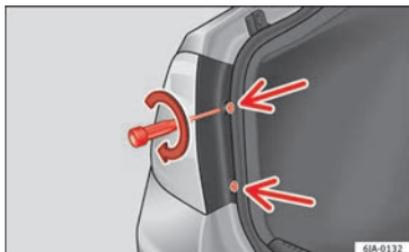

Fig. 103 Montar a unidade traseira.
- Com a chave de fendas fornecida ou uma chave Torx 20 (T20) aparafusar (girando para a direita » Fig. 103) os dois parafusos de fixação da zona frontal do farolim.